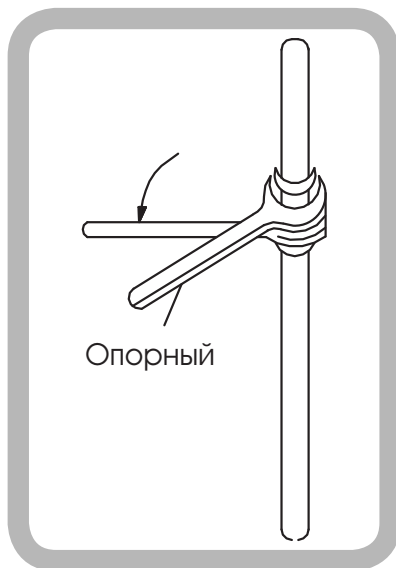

Рисунок 15
- При подсоединении раструбных соединителей, две трубы необходимо совместить по центру. Затем необходимо надеть гайку и затянуть ее с помощью двух гаечных ключей, см. Рис. 15.